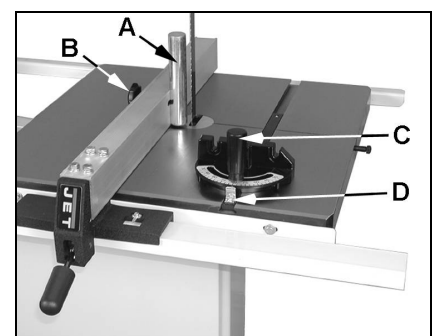

Fig 6
Montieren Sie den Anschlag (A, Fig 6) mit der Sterngriffschraube (B) auf Höhe der Sägeband-Zahnung.